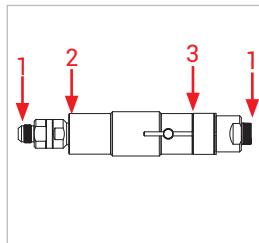
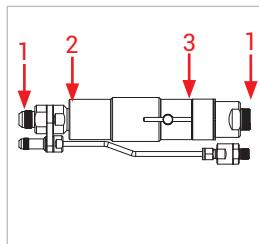

Figure 7
Figure 8
- ▶ Vérifier les points de mesure suivants (*Figure 7 et Figure 8*)
- Raccords (1)
- Au niveau des mâchoires de serrage (2)
- Au niveau de l'actionnement excentrique (3)